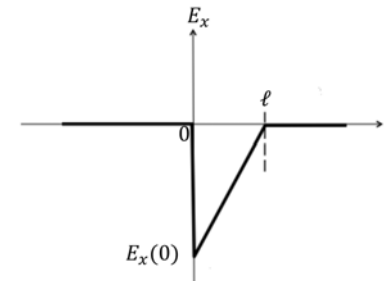

Figure 11.2.
1.2. Soit un échantillon en silicium dopé (concentration en atomes dopants de 10^{16} cm^{-3}), avec un contact de type Schottky en tungstène sur une section $S = 0,3 \text{ mm}^2$. On se place à l'équilibre, à $T = 300 \text{ K}$. La figure 11.2 représente l'évolution de la composante E_x du champ électrique dans la jonction en fonction de la position x ($x = 0$ correspond à la position de la jonction métallurgique).